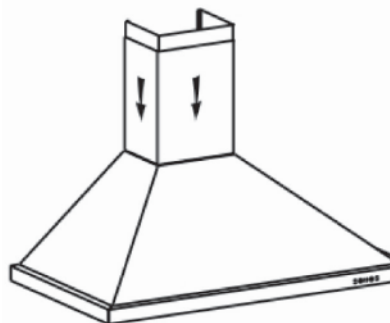

Fig. 5
– Posez les 2 cheminées sur la hotte (fig. 5).